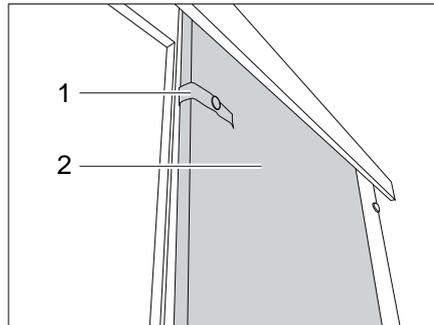

Bild 170 Schiebetür
- Das mit Sicherungsband (Bild 170,1) lösen.
- Schiebetür (Bild 170,2) in Schließstellung ziehen.
- Schiebetür (Bild 170,2) in die Öffnungsposition führen.
- Schiebetür mit dem Sicherungsband (Bild 170,1) befestigen.